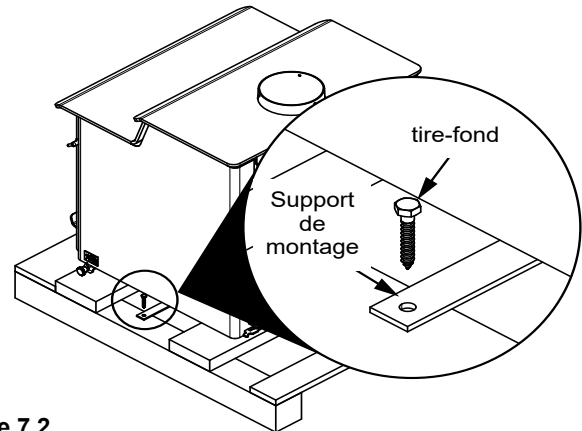

Figure 7.2
2. À l'aide d'une douille ou d'une clé de 7/16 pouces, retirez et jetez les deux tire-fonds des supports de montage; un de chaque côté, c'est-à-dire la fixation de l'appareil à la palette (**Figure 7.2**).